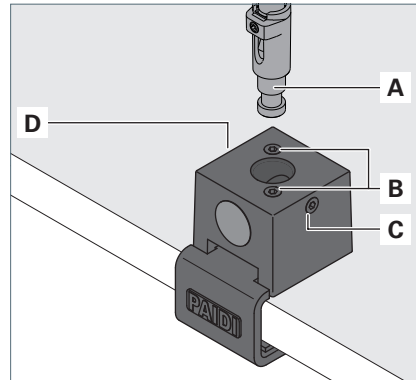

Fig. 1: Monter le luminaire sur une surface de montage horizontale.
- ▶ Fixez la pince de fixation sur la surface de montage à l'aide des vis **B**, voir Fig. 1.